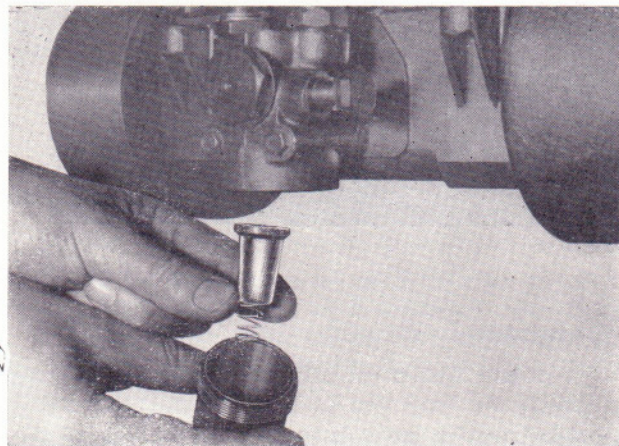

Bild 153
- Verschlußkappe abschrauben, Feder und Sieb herausnehmen (Bild 153).